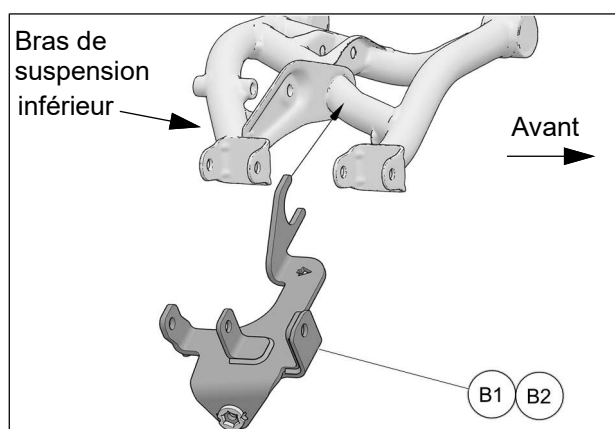

Fig. 5
5. Accrocher l'arrière de l'ancrage (B1-B2) sur la traverse du bras de suspension inférieur. Voir la Fig. 5